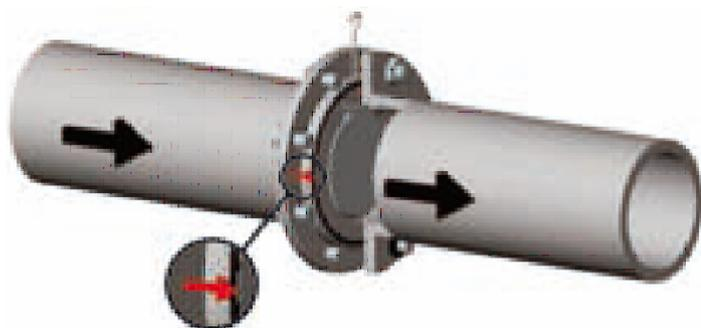
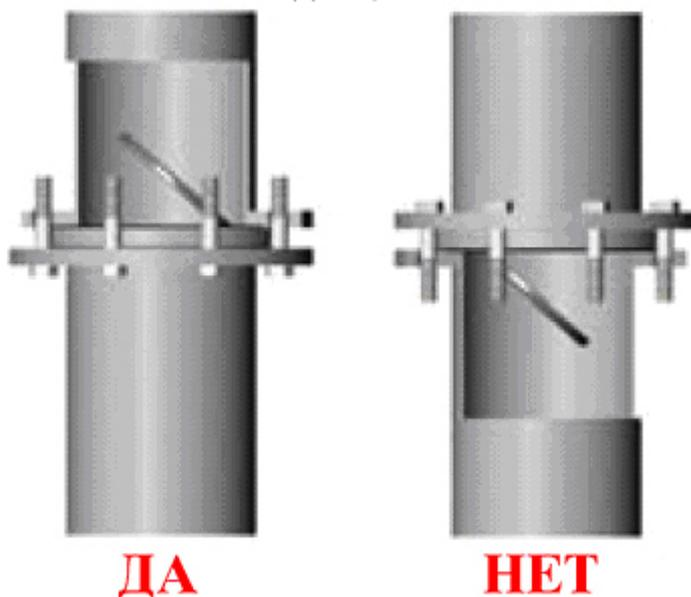

Рис. 1
Рис. 3
- Монтаж обратного клапана может осуществляться в горизонтальном или в вертикальном положении для восходящих потоков, при этом стрелка направления потока на обратном клапане должна совпадать с направлением движения жидкости в трубопроводе (см рис. 1 и рис. 3)..